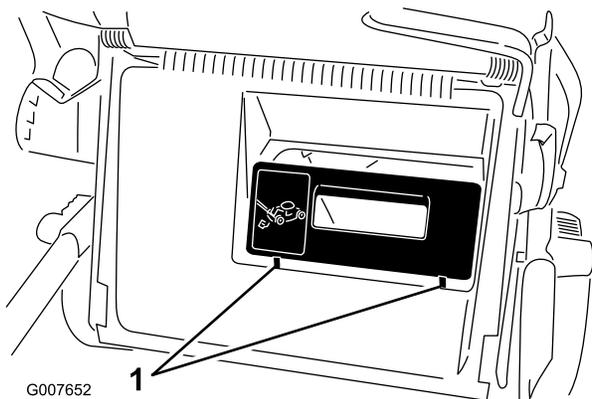
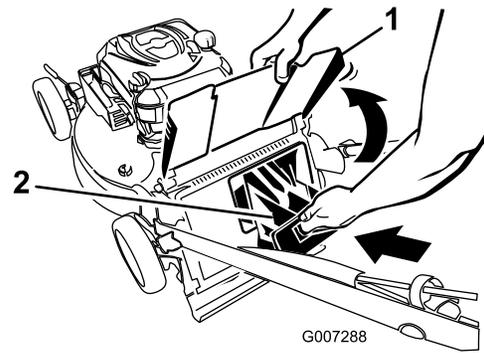

Figure 17
Figure 18
**Important:** Vérifiez que l'obturateur de l'éjecteur arrière est bien en place. Soulevez le déflecteur d'éjection et cherchez les 2 languettes situées devant l'obturateur (Figure 17). Si vous ne les trouvez pas, appuyez fermement sur l'obturateur jusqu'à ce qu'il s'enclenche en position (Figure 18).